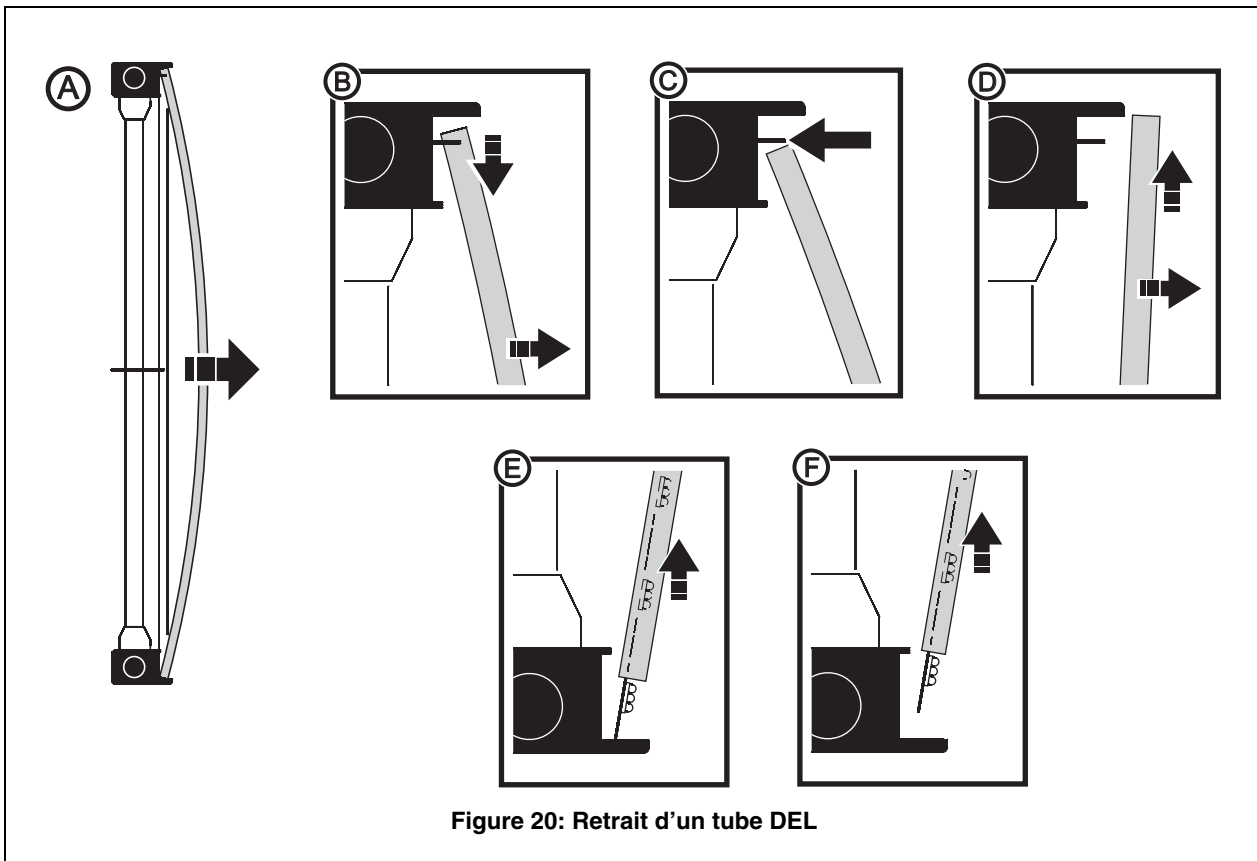

Figure 20: Retrait d'un tube DEL
3. Voir Figure 20. Lorsque le tube est dégagé des crochets, arquez-le vers l'avant par le centre (A et B) jusqu'à ce que le haut du tube soit libéré de son crochet (C).
4. Tirez le haut du tube vers l'avant (D) juste assez pour le dégager. Ne tirez pas le tube plus que nécessaire.
5. Soulevez le tube (E), en maintenant la carte par le bas de façon à la débrancher au fur et à mesure que le tube est levé (F). Attention à ne pas endommager le connecteur de la carte lors de la manipulation.
2. Arquez le tube par le centre comme indiqué en A, Figure 20, jusqu'à ce que le haut du tube passe sous le crochet (C). Engagez le haut du tube dans le crochet.